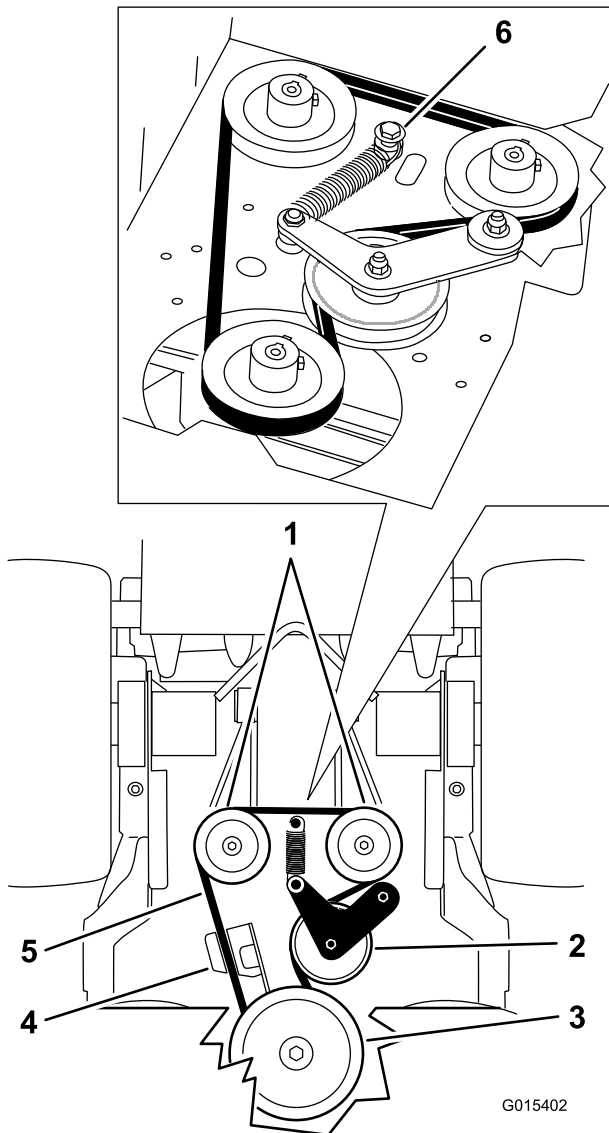

Figura 66
5. Retire el perno de cuello largo, la tuerca y la arandela de la carcasa del motor y del muelle (Figura 66).
6. Retire la correa de transmisión de la bomba (Figura 66).
8. Instale el muelle en el perno de cuello largo y la arandela, y conéctelo a la carcasa del motor con la tuerca (Figura 66).